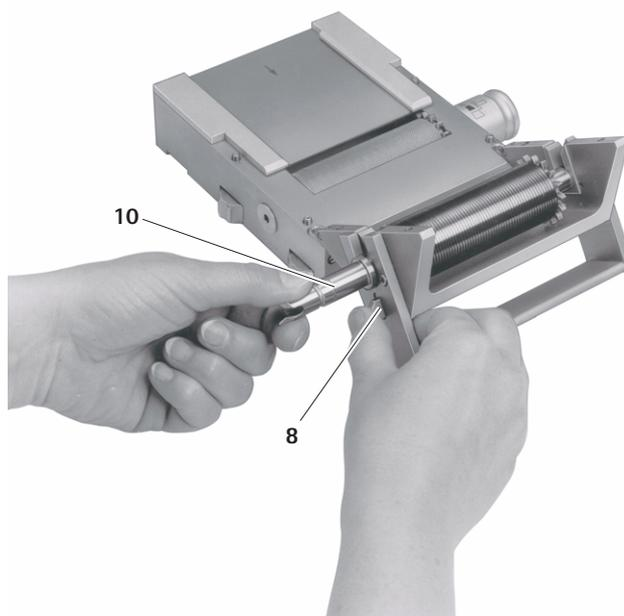

Fig. 3
- ▶ Håll regel 8 tryckt och dra samtidigt i skaftet 10 för att koppla loss skärvalsen 2, se Fig. 3.
- Tryck in skärvalsen **2** i skaftet **10** i lagerställena **20** tills de hakar fast, se Fig. 3.